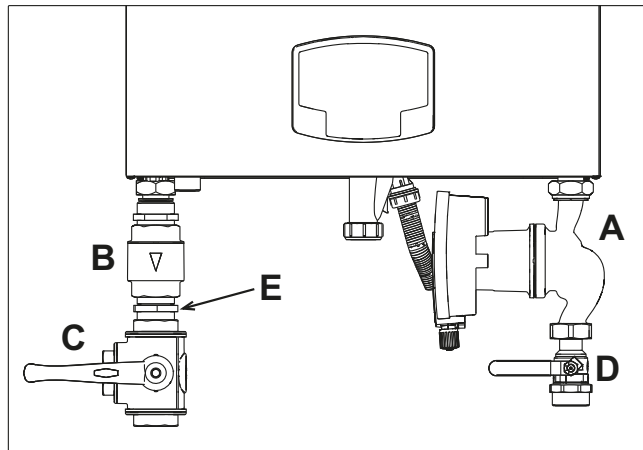

рис. 35- Котел с установленными комплектами
**код 042070X0 - КОМПЛЕКТ ВЫСОКОПРОИЗВОДИТЕЛЬНОГО ЦИРКУЛЯЦИОННОГО НАСОСА - 7 м (А - рис. 35)**
**код 042071X0 - КОМПЛЕКТ ВЫСОКОПРОИЗВОДИТЕЛЬНОГО ЦИРКУЛЯЦИОННОГО НАСОСА - 10 м (А - рис. 35)**
- 1 **НЕВОЗВРАТНЫЙ КЛАПАН - Гнездовое 1"1/2 (В - рис. 35)**
- 2 **3-ХОДОВОЙ ВЕНТИЛЬ - Гнездовое 1"1/2 (С - рис. 35)**
- 3 **ВЕНТИЛЬ Штыревое/гнездовое 1"1/2 (D - рис. 35)**
- 4 **СОЕДИНИТЕЛЬНЫЙ ПАТРУБОК 1"1/2 (Е - рис. 35)**